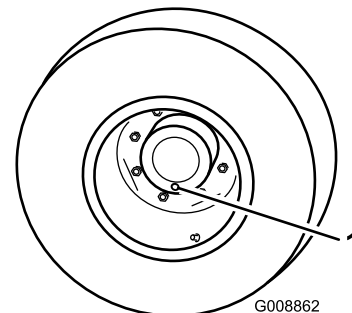

Figura 62
1. Con la máquina en una superficie nivelada, coloque una rueda de manera que uno de los tapones de verificación esté en la posición más baja (posición de las 6) (Figura 62).